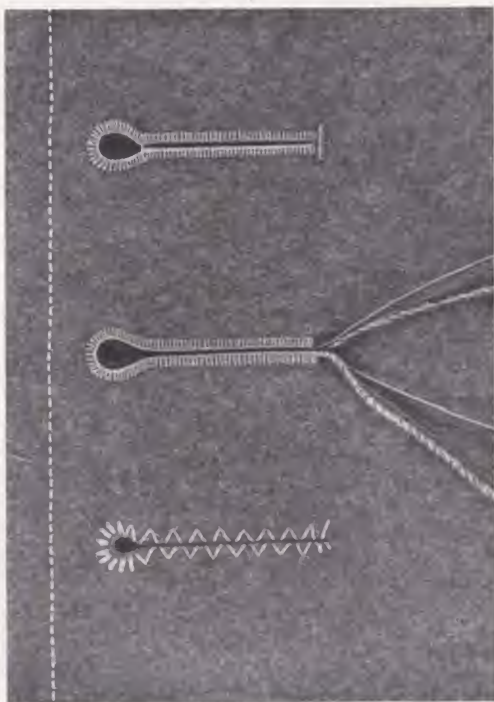

Abb. 33
37. Augenknopflöcher mit hochgezogener Kante. (Abb. 33)
Nach Drehen des Arbeitsstückes nach rechts werden die Fäden nun mit einem Zickzackstich von ungefähr 1½ mm verriegelt. (Abb. 33).